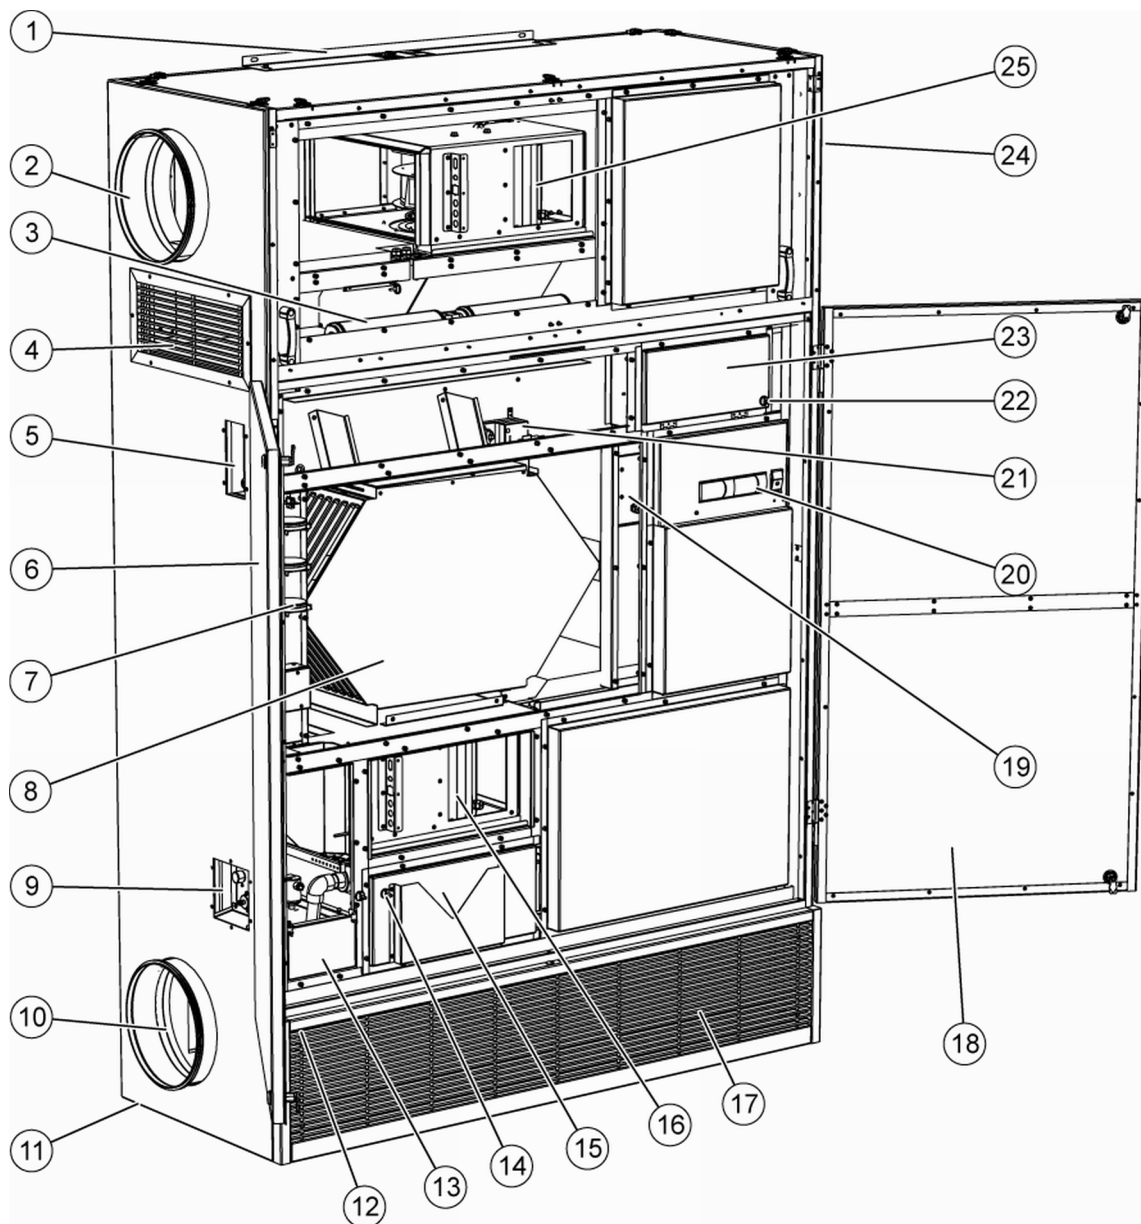

Abb. 7: Übersicht (nach entfernten Abdeckblechen)
*Das Gerät kann als Links- oder Rechtsausführung (Lage der Anschlüsse) geliefert werden. Die in dieser Anleitung verwendeten Abbildungen beziehen sich auf die Links-Ausführung (Abb. 7). Die Rechtsausführung ist entsprechend spiegelverkehrt.*